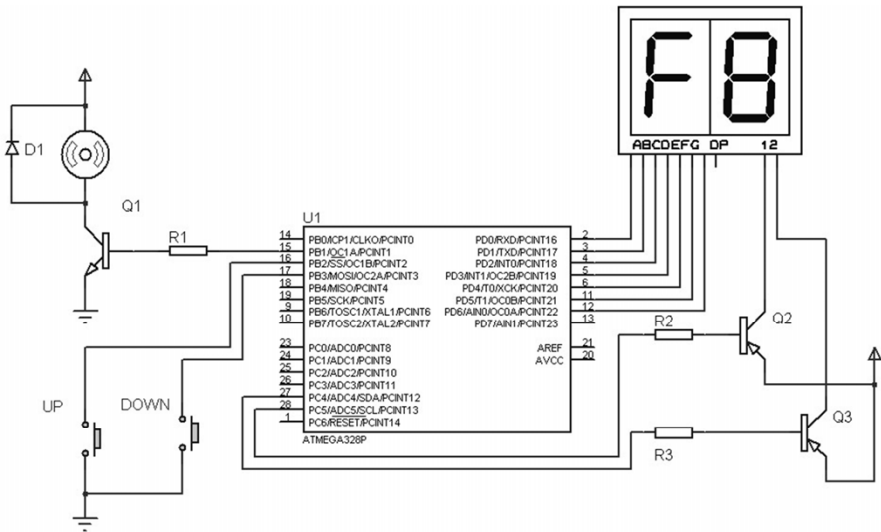

Fig. 9.16 – Controle de um motor DC com um sinal PWM.
9.12 – Utilizando o circuito da fig. 9.16, elaborar um programa para controlar, através de um sinal PWM, um motor DC com 256 níveis de velocidade. O nível da velocidade selecionado deve ser apresentado no *display* (valor hexadecimal) e armazenado na memória EEPROM para a inicialização do motor. O display de 7 segmentos deve apresentar um número entre 00 e FF.